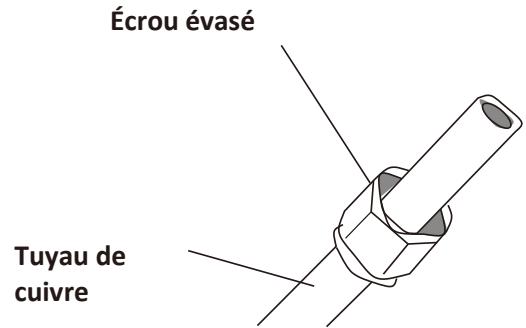

Fig. 5.3
3. Placez les écrous évasés aux deux extrémités du tuyau. Veillez à ce qu'ils soient dans le bon sens. Une fois le tuyau évasé, vous ne pourrez plus les installer ni les retirer. Voir Fig. 5.3 .